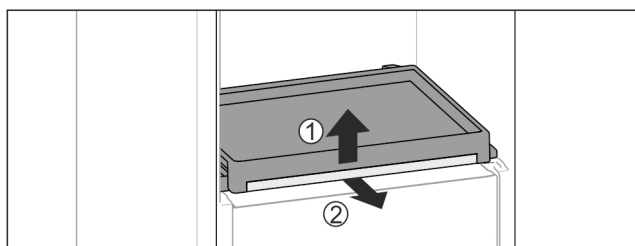

Fig. 31
- ▶ Scoateți raftul extractibil cu placa de sticlă: Ridicați ușor placa de sticlă în față Fig. 31 (1) și extrageți-o spre înainte Fig. 31 (2).